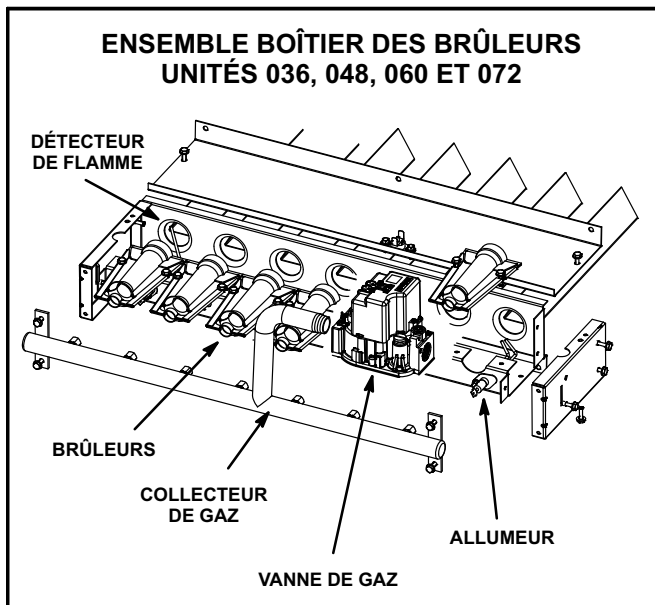

FIGURE 8
- 3- Retirer le panneau du haut du boîtier des brûleurs. Voir Figure 8 ou 9.